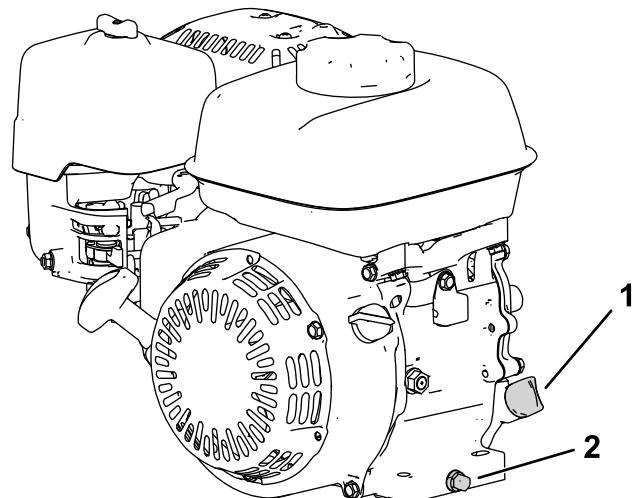

Рисунок 25
- Установите машину так, чтобы двигатель располагался горизонтально, и очистите область вокруг маслозаливной горловины (Рисунок 25).
3. Снимите пробку сливного отверстия, шайбу и измерительный щуп (Рисунок 25).